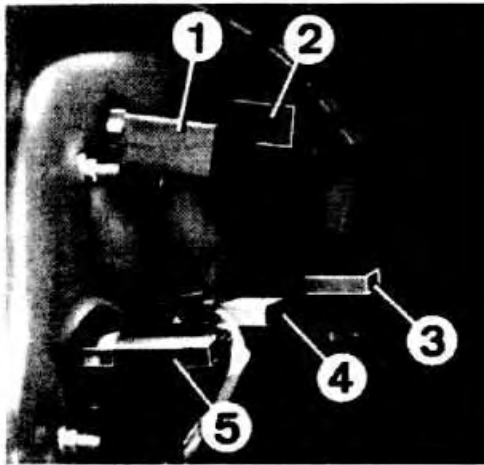

Рис. I-38. Замена ламп задних фонарей:
• Вынуть лампу из держателя, нажав на нее и повернув влево. Расположение ламп заднего фонаря показано на рис. I-38.